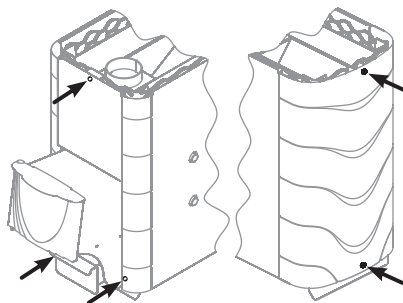

Рисунок 8. Демонтаж конвектора печи «Тунгуска 2011»
2. Снять конвектор, открутив 5 саморезов (рисунок 8)